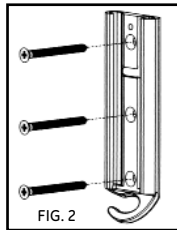

FIG. 2
5. Coloque la placa de pared nuevamente contra la pared y fíjela por medio de los tornillos para drywall (A) que se incluyen en los accesorios (ver fig. 2).
5. Coloque la placa de pared contra la pared y fíjela por medio de los tornillos para drywall (A) que se incluyen en los accesorios (ver fig. 2).